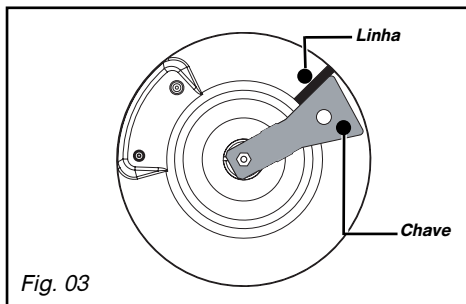

Fig. 03
Nas instalações já existentes, é possível utilizar um tubo flexível equipado com braçadeiras de aperto (conforme com a norma XP D 36-110) cujo tempo de vida é de 5 anos. Nesse caso, é necessário utilizar uma extremidade, sem esquecer de colocar uma anilha de impermeabilidade entre a referida extremidade e o cotovelo da placa (Fig. 03).
- Rode a chave no sentido dos ponteiros do relógio até a linha apareça do outro lado (Fig. 03).